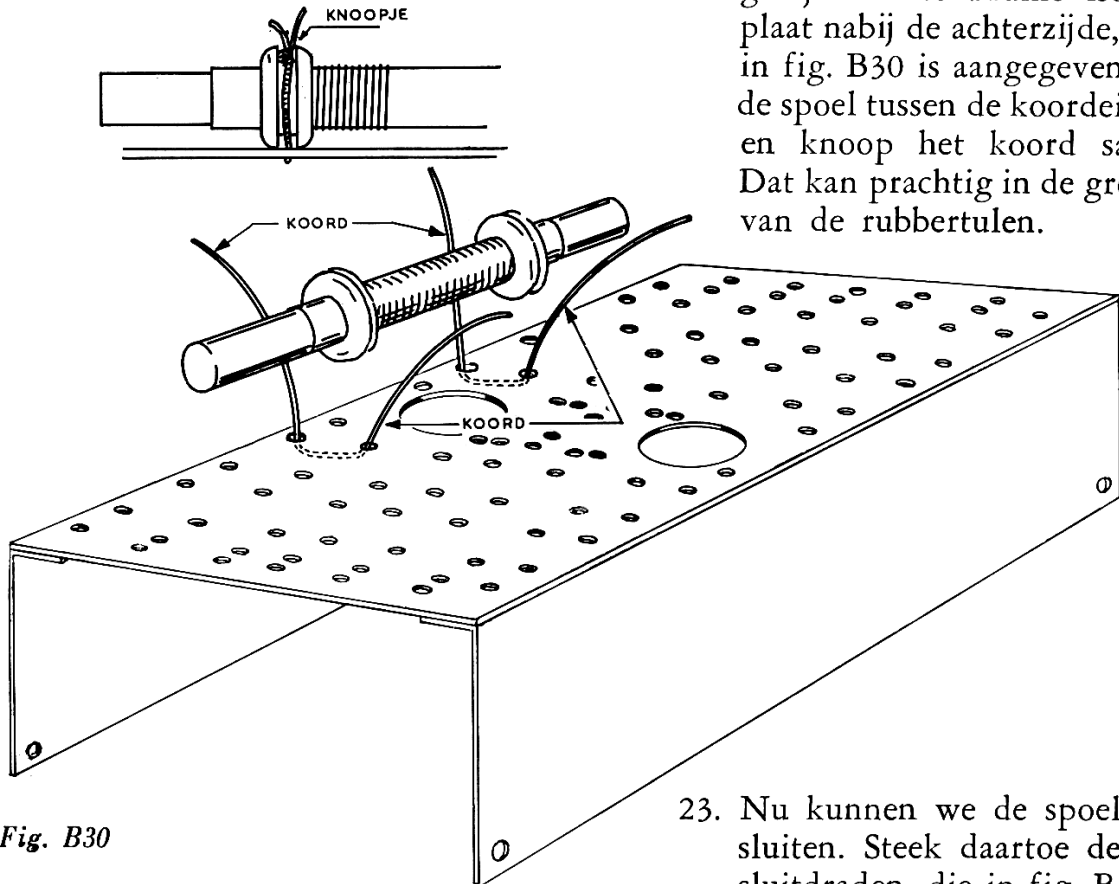

Fig. B30
22. Knip het koord door en haal twee stukjes van 10 cm door gaatjes in de bruine isolatieplaat nabij de achterzijde, zoals in fig. B30 is aangegeven. Leg de spoel tussen de koordeindjes en knoop het koord samen. Dat kan prachtig in de groeven van de rubbertulen.